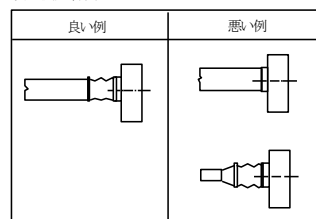

図 3
ダクト配管例（図3）を参照して、次のようにダクトを施工してください。
- (1) 本機の取扱気体は、火災時の煙です。
- (2) ファンの吸込・吐出しフランジは、キャンバスなどの伸縮継手を介してダクトと接続してください。ファンとダクトを直接接続すると、ファンやダクトの振動過大の原因になるばかりか、ファンにダクトの質量がかかりファンが変形し、回転体と静止部の接触をひきおこすなど、重大な故障や破損の原因となります。また伸縮継手を取り外すことにより、内部確認も可能となるため、伸縮継ぎ手を使用してください。
- (3) ファンとダクトを接続する前に、ダクト内およびファンの内部を点検し、ウエス（布）・工具などの異物が無いことを確認してください。
(4) ダクトの口径はファンの口径と同一にしてください。ファンの口径とダクトの口径が極端に異なる場合は、騒音が大きくなったり、所定の性能が確保されない場合があります。特に吸込側のダクトには、直線部（少なくとも口径の2倍以上）を設けると共にファン吸込口で伸縮管の凹みやダクトの急な曲がりによって気流が絞られることのないようご注意ください。(図3)
(5) ファンは停止中に逆風を受けると逆転します。逆転中に始動しますと、始動時間が長くなり、電動機焼損の原因となる場合がありますので、自然風などによりファンが逆転しないよう、逆風を受ける配管は避けてください。逆風を受けるおそれがあるときは、配管中に逆止弁などを取付けてください。